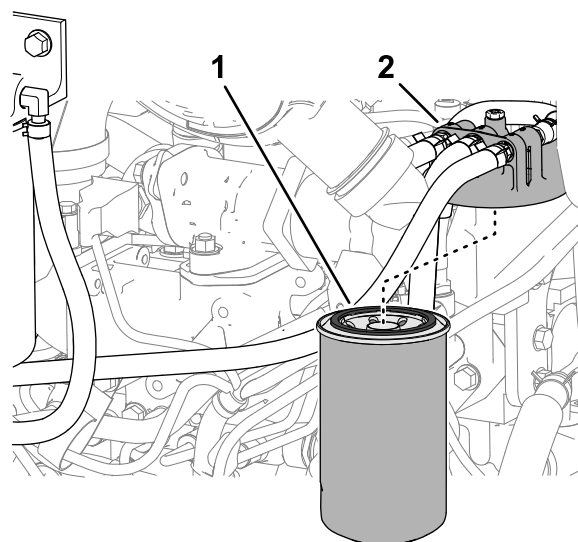

Рисунок 130
3. Очистите поверхность вокруг головки топливного фильтра (Рисунок 130).
4. Снимите фильтр и очистите монтажную поверхность головки фильтра (Рисунок 130).